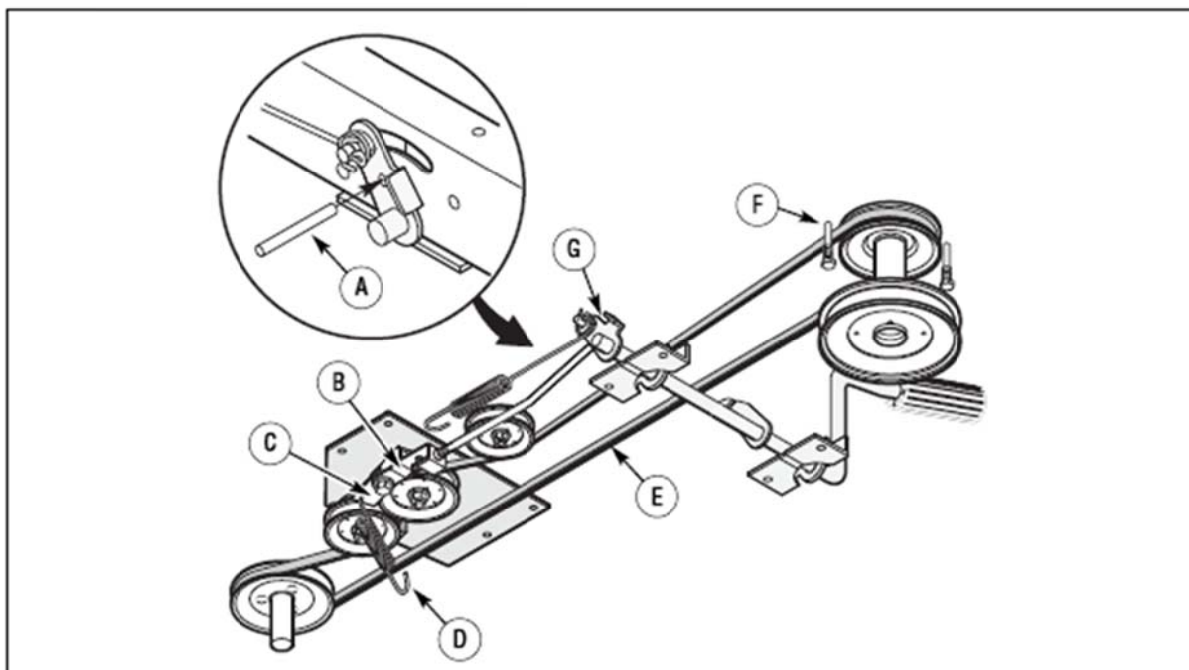

Рис. 25:
3. Совместите отверстия тормозного рычага и рамы. Зафиксируйте рычаг с помощью 6 мм шпильки или болта (рис. 25).
6. Извлеките 6 мм шпильку или болт (рис. 25).